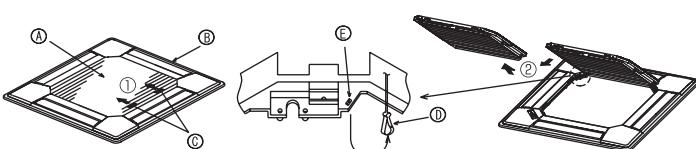
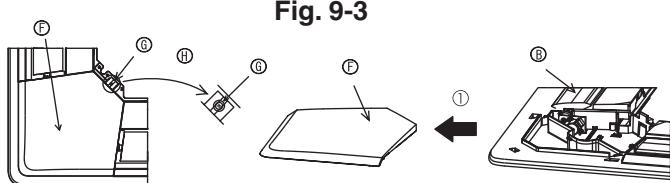

Fig. 9-3
Fig. 9-4
9.2.1. Πώς αφαιρούνται οι γρίλιες εισόδου αέρα (Fig. 9-3)
- Σύρατε τους μοχλούς προς την κατεύθυνση που δείχνει το βέλος ① για να ανοίξετε τις γρίλιες εισόδου αέρα.
- Με τις γρίλιες εισόδου αέρα στη θέση "open" ("ανοιχτές"), βγάλτε τον αρθρωτό τους σύνδεσμο από τις γρίλιες όπως δείχνει το βέλος ②.
9.2.2. Πώς αφαιρείται το γωνιακό πλαίσιο (Fig. 9-4)
- Αφαιρέστε τη βίδα από τη γωνία του γωνιακού πλαισίου. Σύρατε το γωνιακό πλαίσιο όπως δείχνει το βέλος ① για να το αφαιρέστε.
[Fig.9-3] [Fig.9-4]